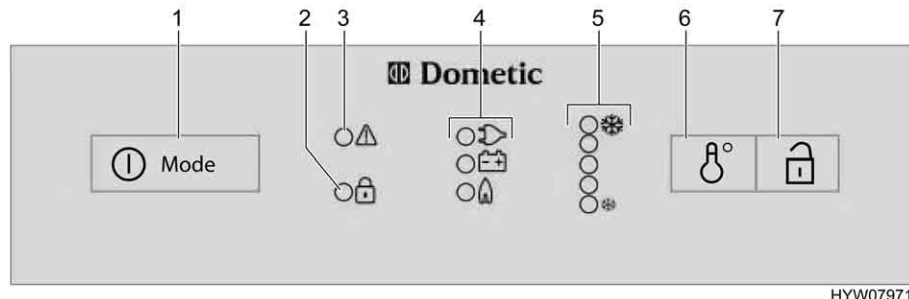

Fig. 122 Elementi di comando per il frigorifero (serie Dometic 8 con SMSE)
- Premere l'inseritore/selettore di energia (Fig. 122,1) per 2 secondi, per accendere l'apparecchio. Il LED dell'ultima modalità di funzionamento pre-scelta si accende.
- Eventualmente premere più volte e brevemente l'inseritore/selettore di energia (Fig. 122,1), fino a quando l'indicazione di funzionamento GAS "🔥" si accende. L'alimentazione del gas è ora aperta. L'accensione avviene automaticamente. È udibile un ticchettio fino a quando procedura di accensione non è stata portata a termine.
- Impostare la temperatura di refrigerazione con l'interruttore per la regolazione della temperatura (Fig. 122,6).
- Eventualmente premere più volte e brevemente l'inseritore/selettore di energia (Fig. 122,1), fino a quando l'indicazione di funzionamento a 230 V "" si accende.
- Eventualmente premere più volte e brevemente l'inseritore/selettore di energia (Fig. 122,1), fino a quando l'indicatore di funzionamento a 12 V "" si accende.